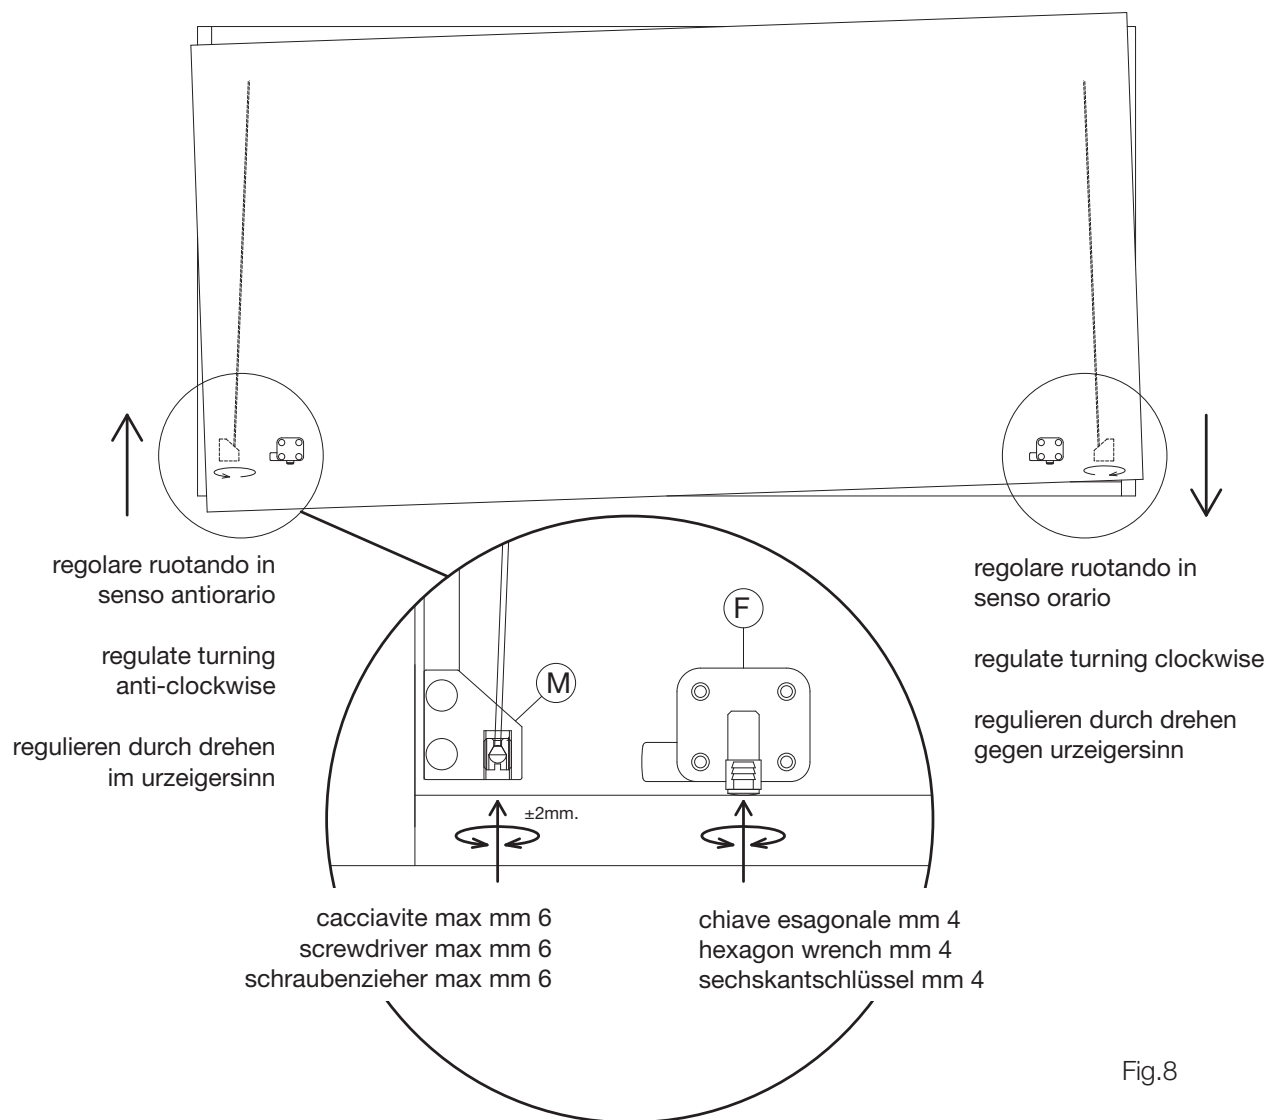

Fig.8
Regolare quindi con un cacciavite a taglio (max mm 6) il grano inserito all'interno delle staffette di fissaggio (M) fino ad ottenere un ottimale allineamento tra anta e struttura. La regolazione massima è di + o - mm 2 per non far uscire il grano dalla staffa (fig.8).
Togliere i paracolpi in gomma dagli arresti laterali (F) ed agire sui grani posti all'interno con la chiave esagonale da mm 4 fino ad avvenuta regolazione. Infine riposizionare i paracolpi (fig.8).
Regulate with a screw driver (max 6 mm) the screw present in the connection elements (M) until you obtain an perfect alignment between structure and door. The maximum possible regulation is +/- 2 mm to avoid the screw to fall out from the connection element. (fig.8)
Remove the bumpers from the lateral stoppers and act on the screws placed on the inside using the 4mm hexagon wrench until a correct regulation is obtained. Then replace the bumpers at their place. (fig.8)
Die Regulierung ist +/- 2 mm möglich, da ansonsten der Zapfen aus dem Verbindungselement fällt (Abb.8).
Die Puffer von den seitlichen Stoppern abnehmen (F) und auf die Zapfen im inneren mit dem 4 mm Sechskantschlüssel agieren, bis zur korrekten Einstellung. Danach die Puffer wieder aufsetzen (Abb.8).